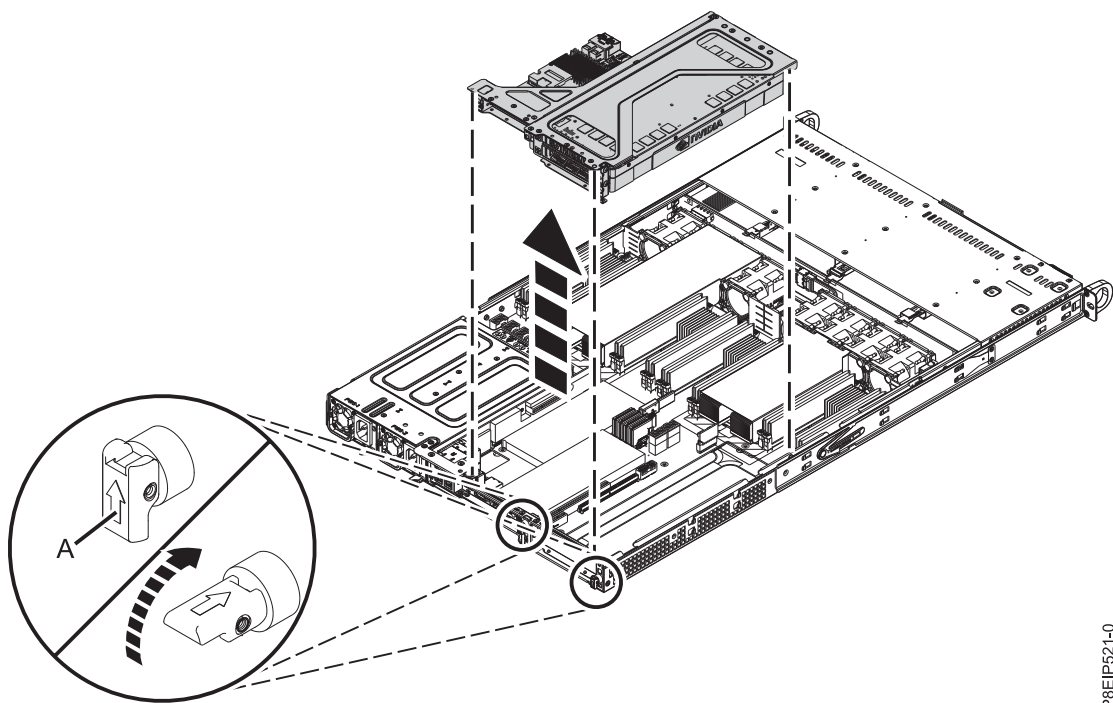

Figura 15. Removendo o riser PCIe
3. Remova o riser PCIe conforme mostrado na Figura 15 na página 18.